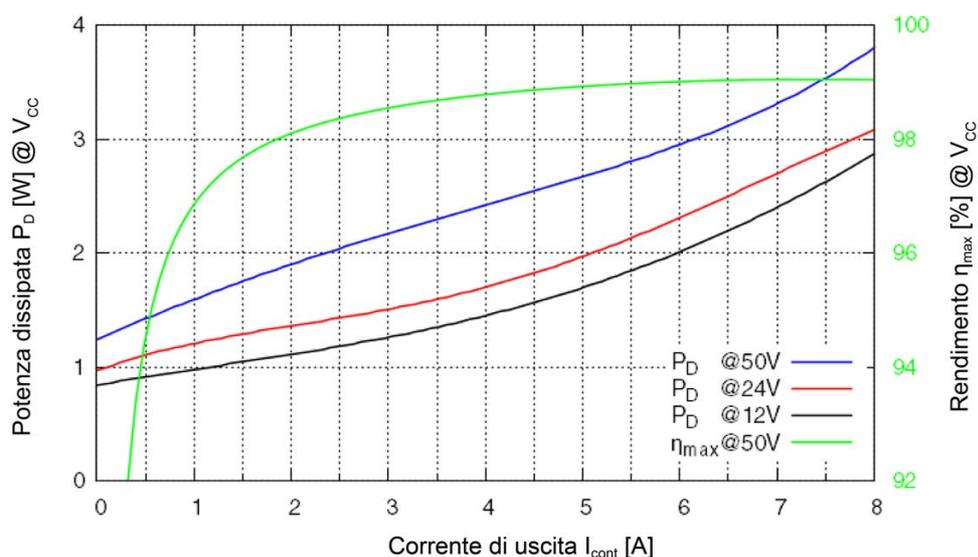

Figura 2-1 Potenza dissipata e rendimento
Range esteso ^{*1)}	Module 50/8: +45...+85 °C Module 50/8 HE: +65...+92 °C Derating → Figura 2-1
2) →Figura 2-1